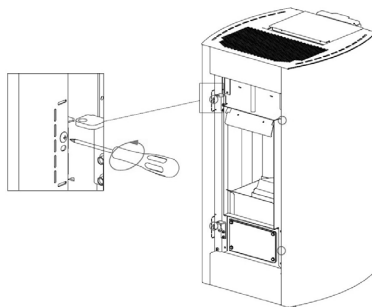
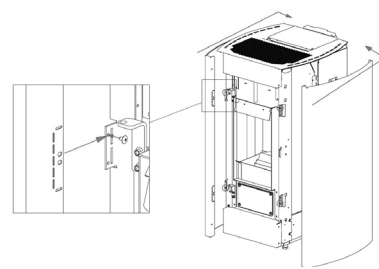

Fig. 56 - Odstranjevanje vijakov
Fig. 57 - Odstranjevanje stranic
- Odvijte 4 sprednje vijake in odstranite stranice (gl. **Fig. 56 in Fig. 57**).